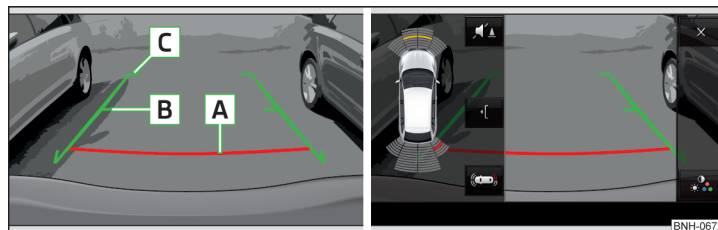

Fig. 122 Ecranul Infotainment: Linii de orientare / suprafețe de comandă funcții
**Distanța liniilor de orientare din spatele autovehiculului » fig. 122**
**Suprafețe de comandă funcții » fig. 122**